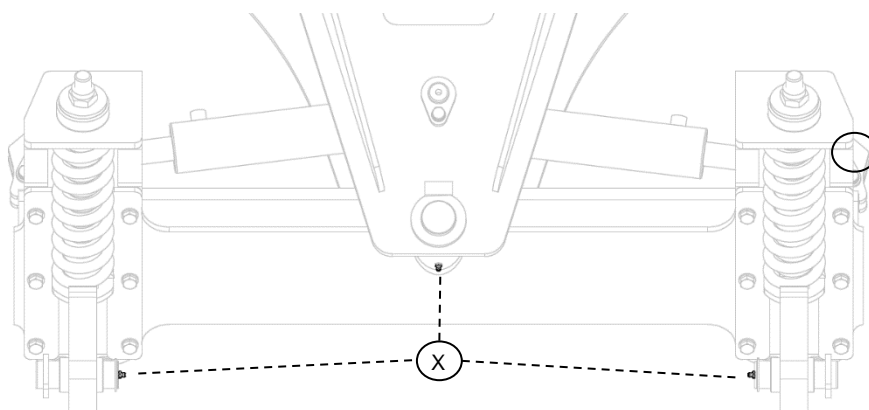

Bild.25: Tappar - centrumram och flytlägesarmar
Smörjniplarna märkta med (X) på Bild.25 och 26 ska smörjas med 40 drifttimmars intervall eller varje vecka.